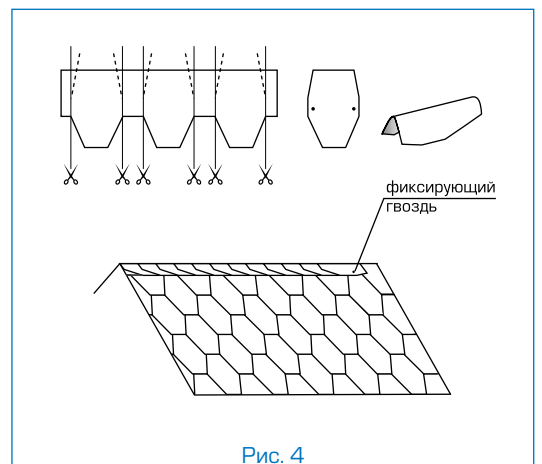

Рис. 4
**Конек (рис. 4)**
Коньковые элементы нарезаются непосредственно из листов черепицы НОРДИК и подкраиваются в форме трапеции (рис. 4). Полученные таким образом элементы укладываются внахлест на коньки и ребра (направление укладки по преимущественному направлению ветра). Каждый коньковый элемент фиксируется двумя гвоздями, которые перекрываются следующим коньковым элементом. Для лучшего примыкания и гибкости нижнюю сторону конькового элемента рекомендуется прогреть при помощи теплового строительного фена и обработать по периметру битумной мастикой).